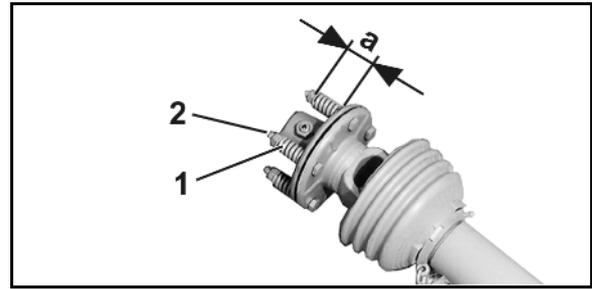

Fig. 73
- 2 x 8 tornillos de los muelles laminados (Fig. 73/1)